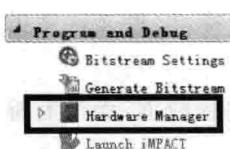

图 2.56 下载编程文件选项
(1) 如图 2.56 所示, 在 Vivado 左侧的 Flow Navigator 窗口下方, 找到 Program and Debug(编程和调试) 选项并展开。在展开项中, 选择 Hardware Manager。